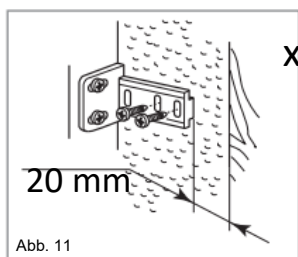

Abb. 11
- Den Schieberegler in die Halterung einschieben und den Schieberegler 20 bis 22 mm vom Rand des Gehäuses entfernt an der Klappe befestigen, wie in Abb. 11 dargestellt, wobei sicherzustellen ist, dass sich der Schieberegler in der Mitte und waagrecht in der Halterung befindet. Fest von Hand anziehen.